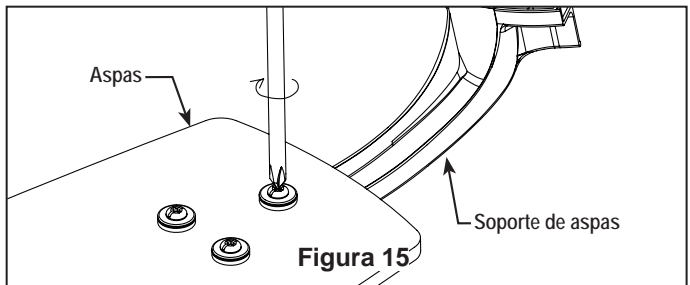

Figura 15
2. Coloque las aspas sobre sus soportes con los postes roscados que se muestran. Asegúrese de que el borde inferior del asa esté completamente asentado sobre el brazo del asa. Con un destornillador Phillips, ajuste los tornillos con cabeza de arandela de 3/16-24 x 7,5 mm junto con las phillips de plano para asegurar las aspas a los brazos del asa. (Figura. 15)